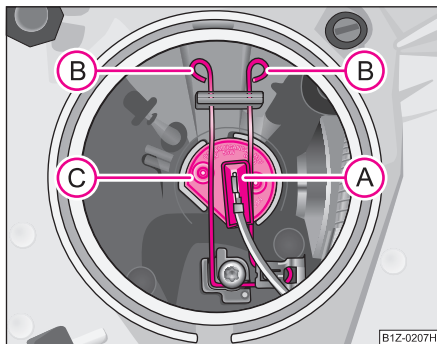

Fig. 222 Desmontaje de la bombilla para luz de carretera
- Retire el enchufe (A) ⇒ fig. 222.
- Presione el estribo de alambre (B) en el sentido del faro y, a continuación, desengánchelo a un lado.
- Saque la bombilla (C) y coloque una nueva de tal modo, que las lengüetas de fijación del zócalo de la bombilla encajen en los rebajes del reflector.